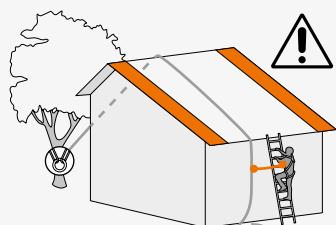

Fig. 2
- **in the absence of a lifeline**, creating anchor points to reach the apex of the roof (e.g. use of a natural anchor, Fig. 2);
- **con linea vita assente**, creando dei punti di ancoraggio per raggiungere la linea di colmo (es. uso di un ancoraggio naturale, Fig. 2);